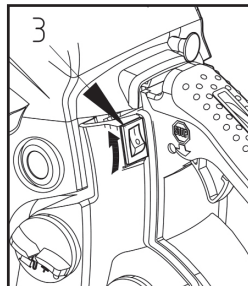

Рис. 7
- Установите выключатель зажигания (Рис. 7 поз. 3) в положение «I».